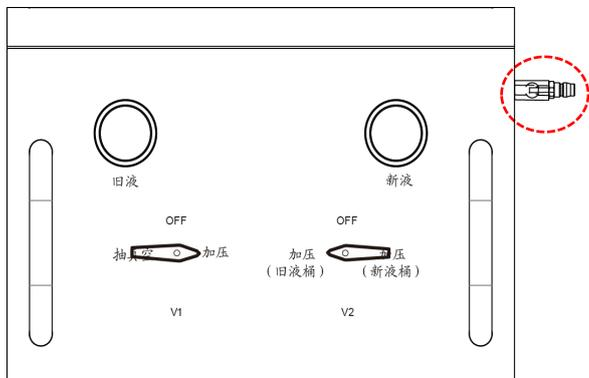
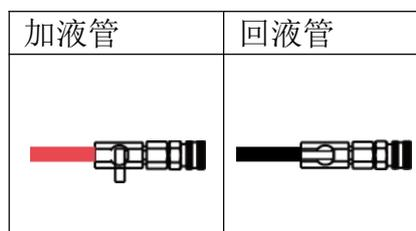

图 13
图 14
1. V1 向右旋转至“加压”，V2 向左旋转至“加压（旧液桶）”；打开气源及回液管手阀，排出旧液（如图 13、图 14）；